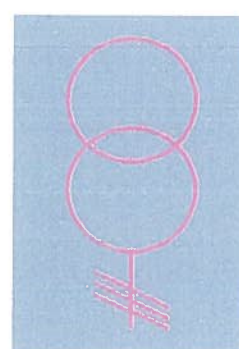

Fig. 7.111
4. Transformatorul de tensiune este într-o stare „**necunoscută/nedefinită**”. Această stare este determinată de poziția „**necunoscută/nedefinită**” a unui echipament de comutație aferent celei și de declanșarea siguranțelor ce asigură informația de tensiune pentru TNCC, din secundarul transformatorului, de întreruperea comunicației dintre TNCC și UCCP . În această situație transformatorul de tensiune va fi reprezentat cu culoarea magenta indiferent de nivelul de tensiune. Fig. 7.111